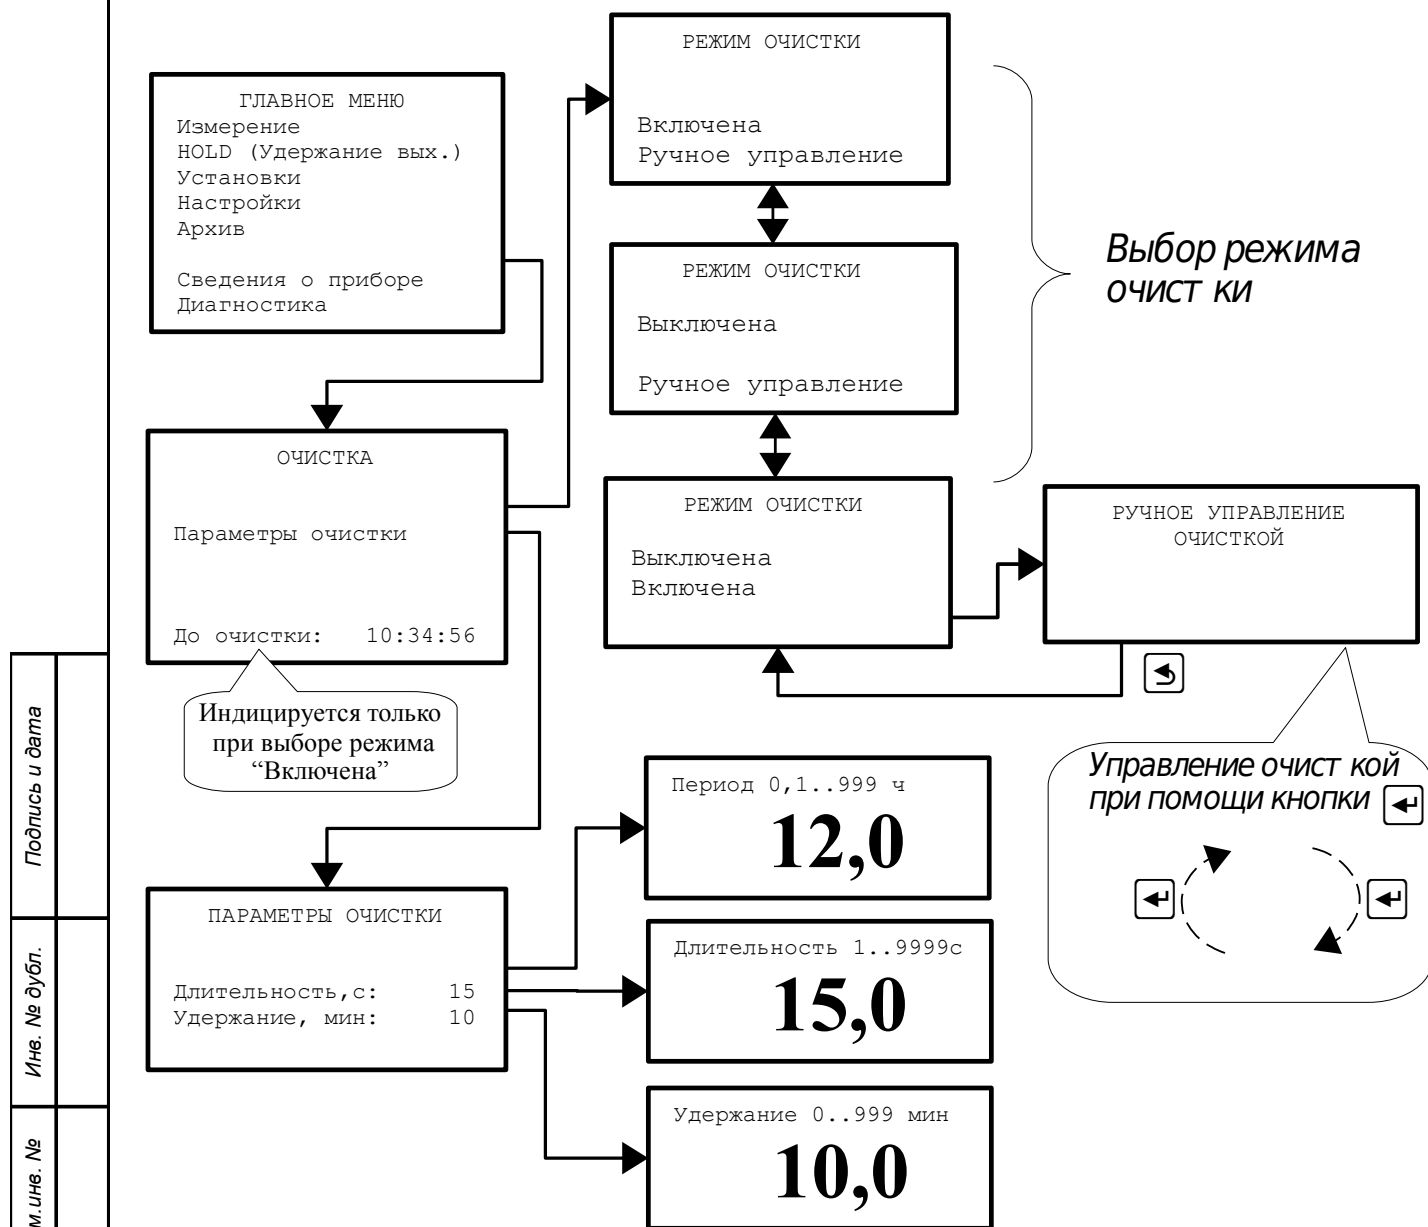

Рисунок 21 - Работа анализатора в режиме очистки
3.3.6.1 Меню «ОЧИСТКА» (смотри Рисунок 21) предназначено для выбора режимов управления устройством воздушной, струйной, ультразвуковой очистки датчика или другими видами очистки путём включения исполнительного реле (дискретный выход № 4).
3.3.6.11 Управление работой исполнительного реле (дискретный выход № 4) возможно в режиме ручного управления (смотри Рисунок 21):